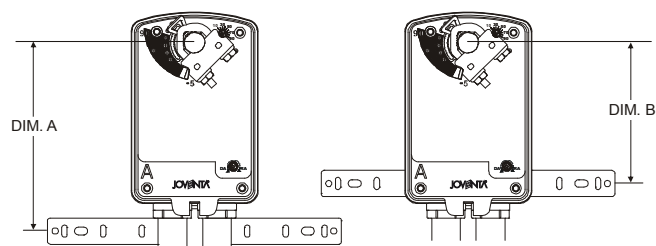

Figure 4 : Positionnement du support anti-rotation
1. Voir les dimensions de la Figure 4 et le Tableau 1 pour assurer le positionnement correct du support anti-rotation.
3. Marquer ou percer des trous de montage dans le cadre du volet ou du conduit en utilisant le support anti-rotation comme guide (sur la base des mesures obtenues dans le tableau 1 et Figure 4)